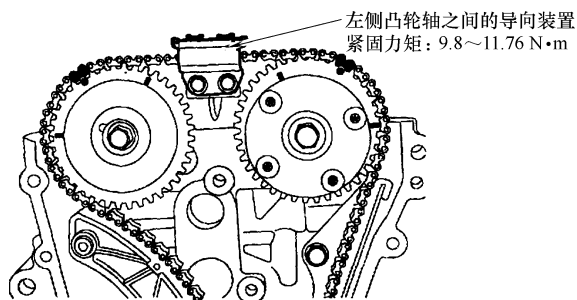

图 29-54 安装左侧凸轮轴之间的导向装置
15) 安装左侧凸轮轴之间的导向装置, 如图 29-54 所示。